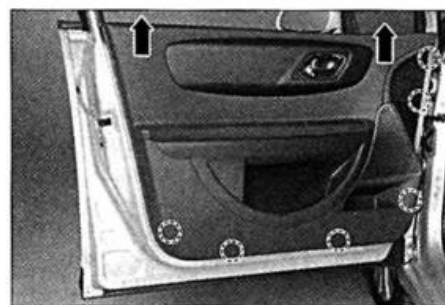

FIG. 44
- Desengrapar el guarnecido de puerta en los lugares indicados (fig. 44).